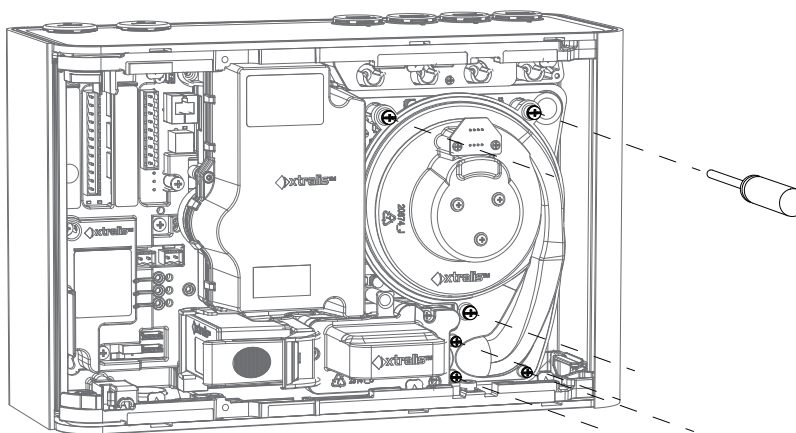

Figure 7-11: Retirer les vis de montage de l'aspirateur
3. Retirez les six vis de fixation de l'aspirateur à la base du détecteur (Figure 7-11).